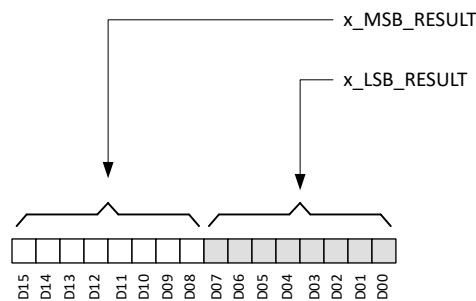

図 6-15. 磁気センサ データの定義
x、y、z 磁気センサ データは、x\_MSB\_RESULT レジスタおよび x\_LSB\_RESULT レジスタに保存されます。図 6-15 に、各センサ出力を 16 ビット 2 の補数形式で、2 つの 8 ビットレジスタに保存する例を示します。データは、MSB レジスタと LSB レジスタの両方を組み合わせた 16 ビット形式、または MSB レジスタから 8 ビット形式で取得できます。
- $D_i$  は、図 6-15 に示すデータビットです。